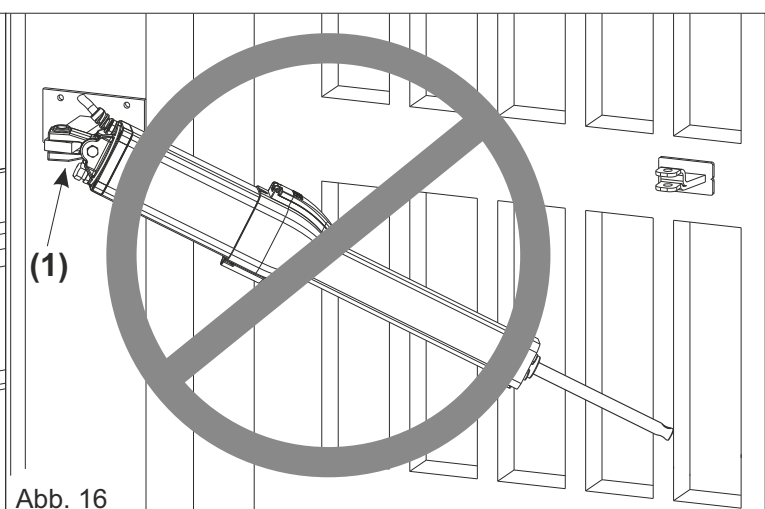

Abb. 16
⚠ Den hydraulischen Antrieb nicht über den erlaubten Winkel der Schwinggabel (1) drücken, sie könnte dabei brechen (Abb. 16)